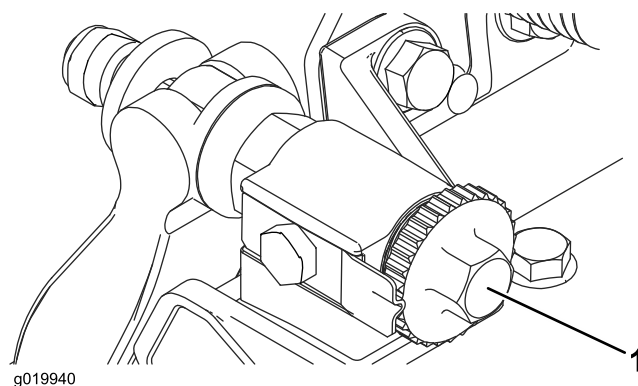

Bild 8
2. Drehen Sie die Einstellschrauben des Untermesserträgers nach links, um sicherzustellen, dass der Untermesserträger nicht die Spindel berührt (Bild 8).